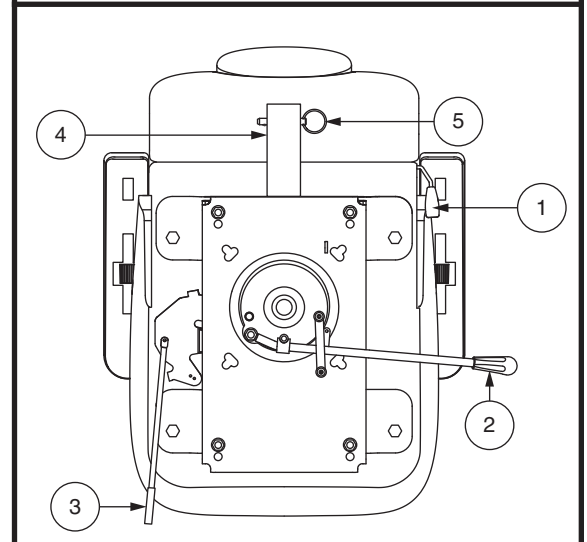

Abb. 19. Sitzeinstellungen
Um die verstellbare Rückenlehne einzustellen, befolgen Sie diese Schritte. **Siehe Abb. 19.**
1. Zum Entriegeln des Sitzes den Sitzverschluss je nach Sitztyp entweder nach oben ziehen oder nach vorne schieben. **Siehe Abb. 19.**
1. Drehen Sie den Hebel zur Verstellung der Sitzposition nach aussen. **Siehe Abb. 19.**
Der Armlehnenwinkel Ihres Fahrzeug kann nach oben oder nach unten verstellt werden durch das Drehen der armlehnenwinkels Einstellung. **Siehe Abb. 19.** Drehen Sie das Einstell für die Armlehne nach links, um den Armlehnenwinkel zu verringern, oder nach rechts, um den Armlehnenwinkel zu erhöhen.
Die Zubehörhalterung am Heck ermöglicht es Ihnen, persönliche Zubehörkomponenten wie Korb, Gehhilfe oder Sauerstofftank hinter dem Fahrzeug anzubringen. Verwenden Sie den Sicherheitsstift, um das Zubehörteil sicher an der Halterung zu befestigen. **Siehe Abb. 19.** Für weitere Informationen wenden Sie sich an Ihren Vertragshändler.
1. Schloßzunge in das Schloßteil stecken, bis der Schnellverschluß hörbar einrastet. **Siehe Abb. 19.**